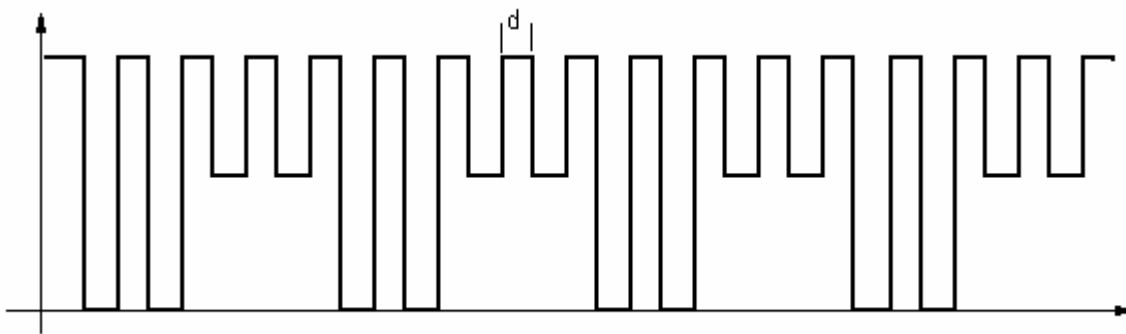

Figura 4 : Señal de salida del Módulo de ensayo.
- Medir con la menor incerteza posible el ancho del pulso "d" marcado en la figura 4.